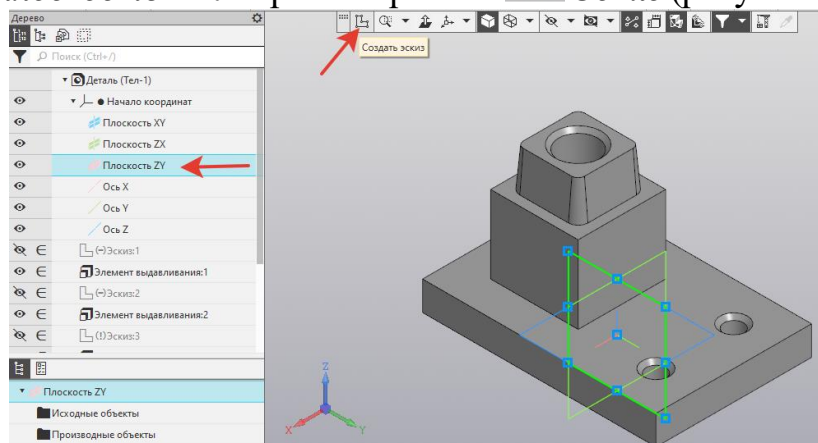

Рисунок 20.
19. На панели (слева) **Дерево документа** - открыть расширение **Начало координат** - **плоскость ZY**. Перейти в режим **Эскиз** (рисунок 20).